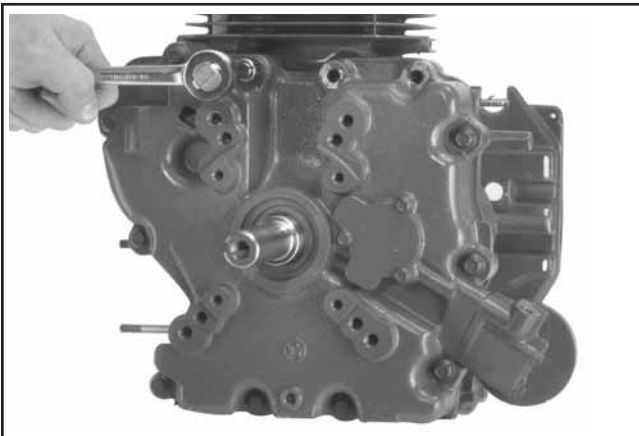

Figure 9-41. Dépose de la plaque de fermeture.
1. Retirer les douze vis hexagonales attachant la plaque de fermeture au carter. Voir la figure 9-41.